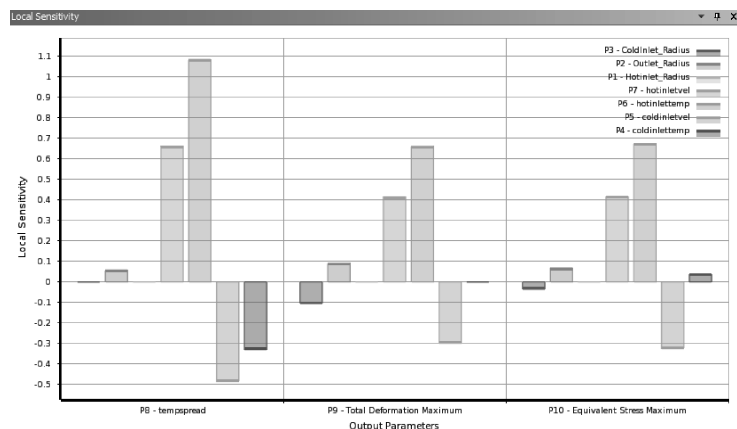
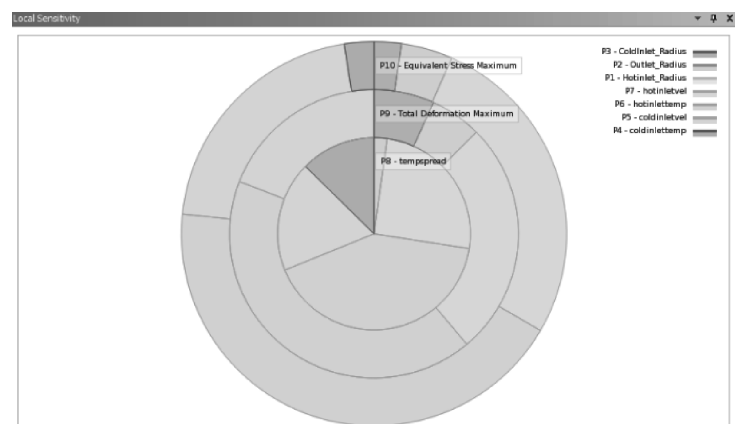

图 12-78 直方局部灵敏度图
图 12-79 饼状局部灵敏度图
(8) 在大纲窗口中单击【Local Sensitivity】→【Properties of Outline A24: Local Sensitivity】→【Chart】→【Mode】= Bar, Pipe, 可以查看输入参数与结果输出参数之间的局部敏感情况, 如图 12-78、图 12-79 所示。